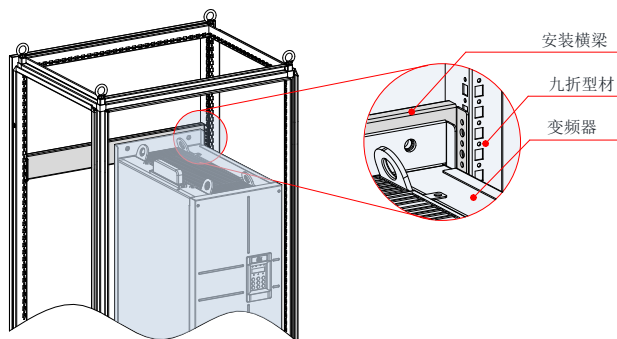

图 3-16 MD290T200G/220P(-L)~MD290T450G/500P(-L) 机柜 3D 示意图
- 2、MD290T200G/220P(-L)~MD290T450G/500P(-L) 装入九折型材 600mm 深机柜时，安装横梁必须向内弯折（如图 3-16 所示），借用立柱的空间（在装 800mm 深或以上标准机柜时，无此限制）。